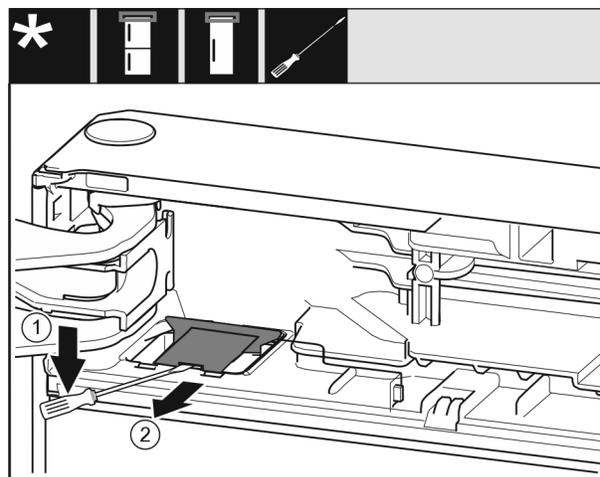

Fig. 8
- ▶ Avec un tournevis plat détacher et garder le cache. *Fig. 8 (1)*
- ▶ Sortir le cache. *Fig. 8 (2)*